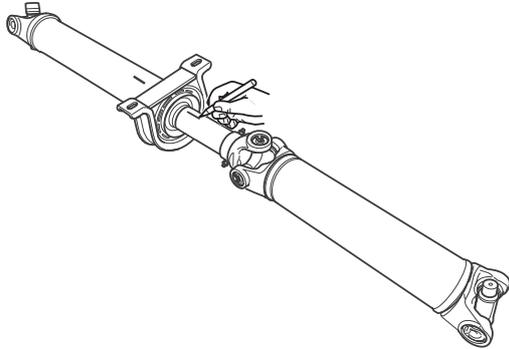

Figura 8.17
1. Marque as seções do garfo deslizante e do eixo deslizante para garantir a remontagem em suas posições originais. Figura 8.17.